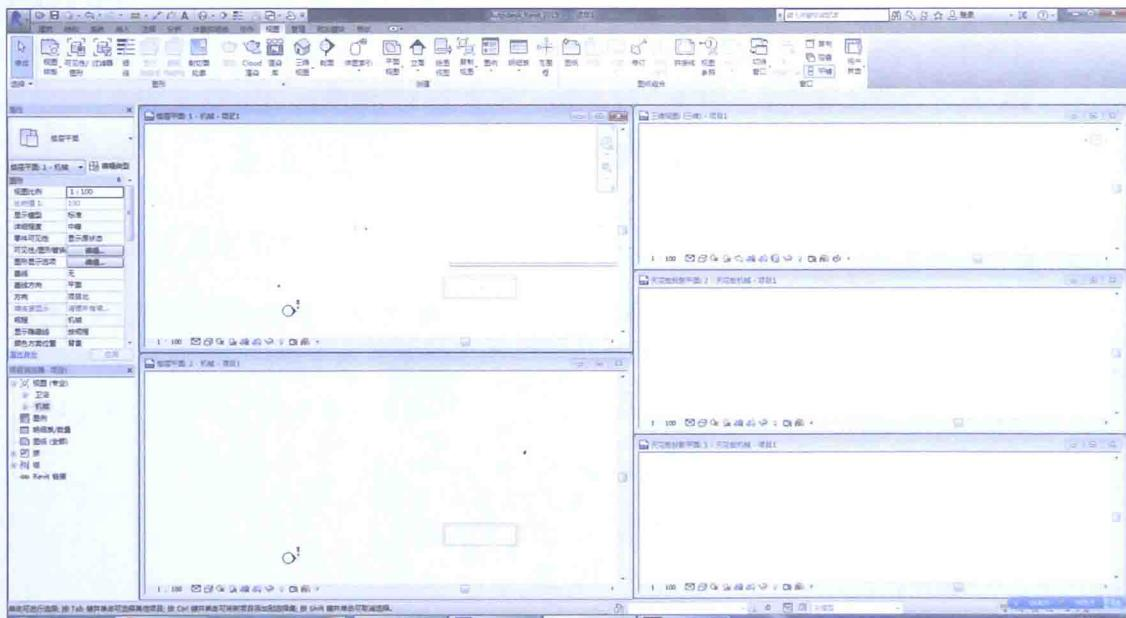

图1-14
- 平铺：使当前打开的所有窗口平铺在绘图区域，如图 1-14 所示。